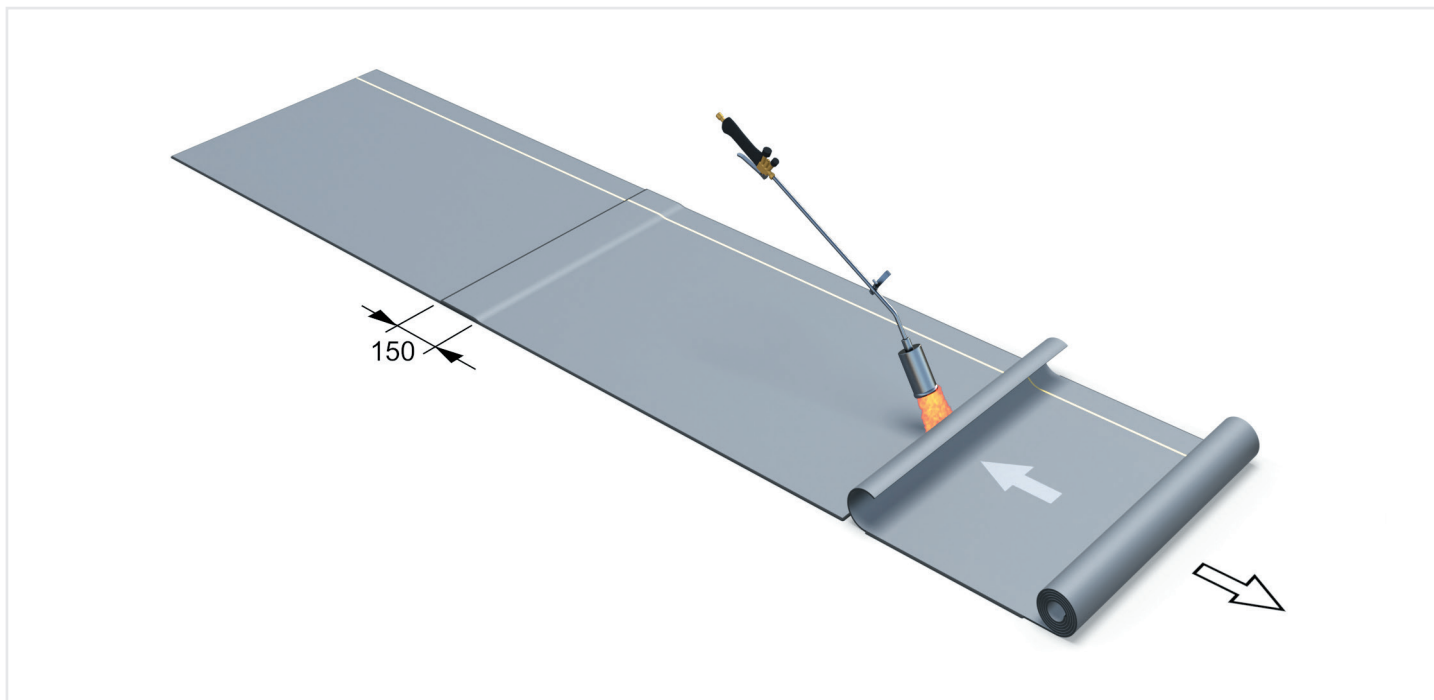

Рисунок 41 – Укладка ряда полотен
5.7.3.5 Следующие полотна наплавлиются на основание с торцевыми нахлестами 150 мм (Рисунок 41)